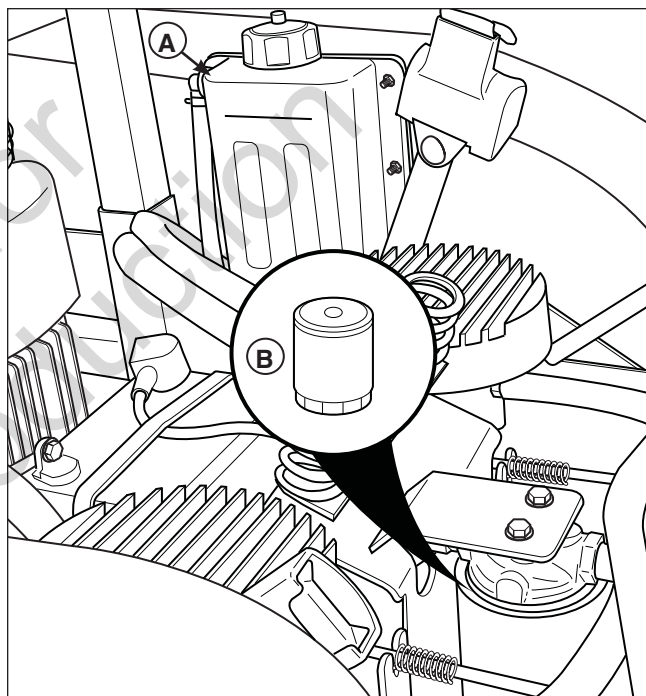

Figura 26. Compartimiento de batería
1. Ubique el filtro de aceite de transmisión (B, Figura 26) en la parte trasera del compartimiento de la batería debajo del asiento.